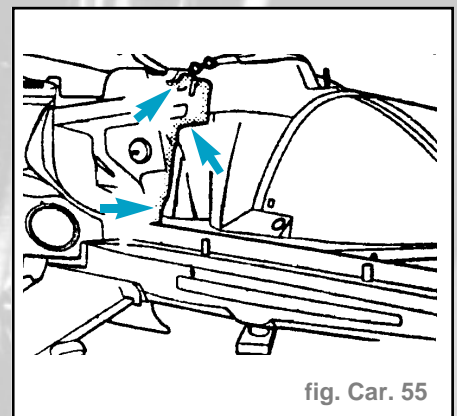

fig. Car. 55
**Remarque :** Pour plus de clarté, le renfort de tunnel d'arbre de transmission n'a pas été représenté (fig. Car. 55)